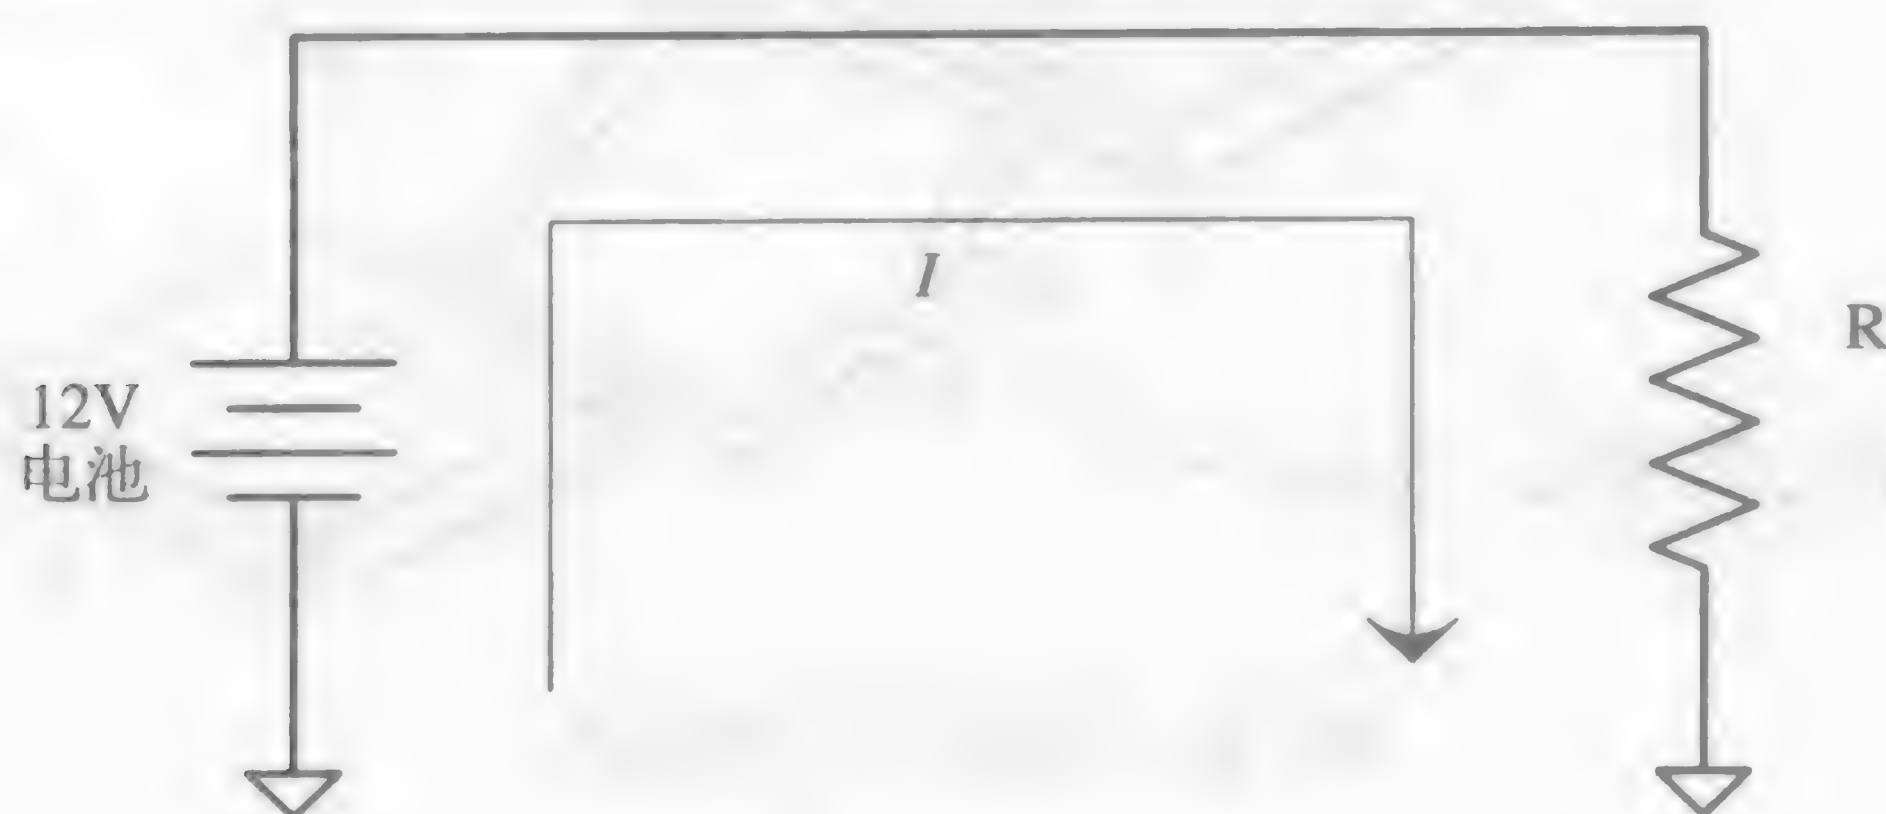

图2-27 电池产生的DC电流和电压
直流仅沿一个方向流，即从正到负^①。电池是最常见的直流设备，将其接在电阻之类的负载两端，就会有电流流过，情况如图2-27所示。
电池也是恒压源设备，所以在需要电流来维持输出电压的地方，就可以使用电池。在图2-27中，我们已经在 1Ω 的电阻两端接了一个12V的电池——我们刚刚学了如何计算这种简单电路中的电流，是不是？只需随便在纸上划几下，就可以知道其电流是12A。